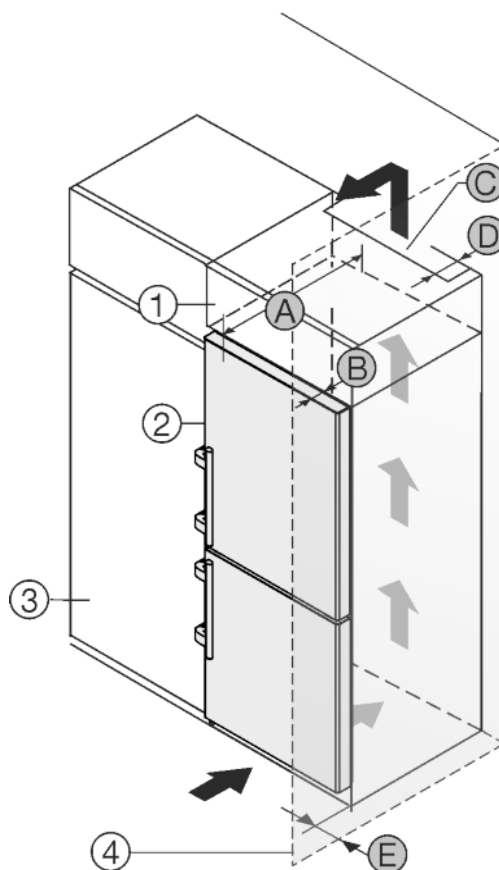

Fig. 12
Urządzenie może zostać obudowane szafkami kuchennymi. Aby dopasować urządzenie Fig. 12 (2) do wysokości ciągu szafek kuchennych, można nad urządzeniem umieścić szafkę nasadzaną Fig. 12 (1).
Urządzenie można ustawić bezpośrednio obok szafki kuchennej Fig. 12 (3). By móc całkowicie otworzyć drzwi, urządzenie musi wystawać przynajmniej o głębokość Fig. 12 (B) za front szafki kuchennej. W zależności od głębokości szafek kuchennych oraz od zastosowania elementów dystansowych urządzenie może wystawać jeszcze bardziej.
- Na tylnej ścianie szafki nasadzonej wymagany jest wywiewny kanał wentylacyjny o głębokości *Fig. 12 (D)* na całej szerokości szafki.
- Pod sufitem pomieszczenia należy zachować przekrój odpowietrzający *Fig. 12 (C)*.
Jeżeli urządzenie będzie ustawiane z zawiasami do ściany *Fig. 12 (4)*, to pomiędzy urządzeniem i ścianą należy zachować odstęp *Fig. 12 (E)*. Na taką odległość wystaje klamka przy otwartych drzwiach.